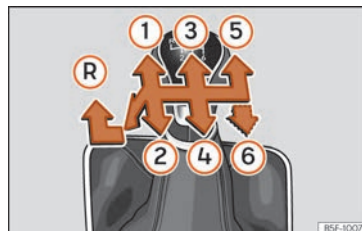

Fig. 136 Esquema de uma caixa de velocidades manual de 5 ou 6 velocidades.
Na alavanca das mudanças indicam-se as posições das velocidades »» **Fig. 136**.
- Com a alavanca das mudanças em ponto morto, pressione-a para baixo, mova-a para a esquerda até ao fim e depois para a frente para selecionar a marcha-atrás » **Fig. 136**
- (R).**